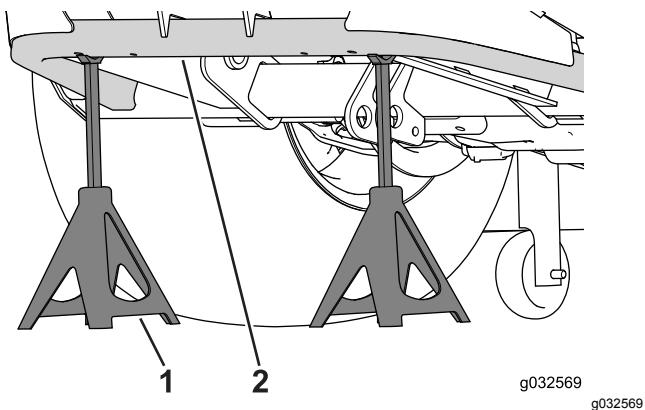

Figura 54
- Utilice 2 gatos fijos debajo del bastidor para soportar el peso de la parte trasera de la máquina (Figura 54).